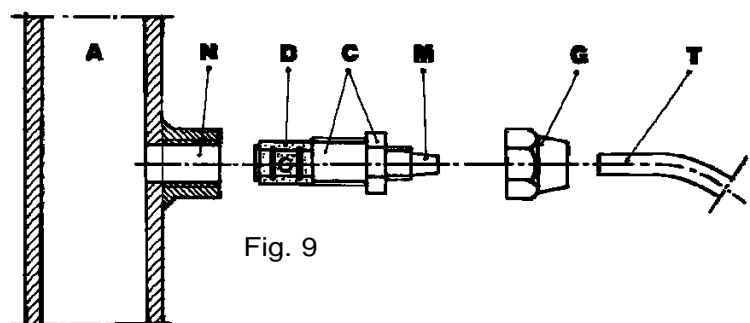

Fig. 9
h. Sur la conduite de l'installation à traiter appliquer, à l'endroit le plus approprié pour injecter le produit à doser, un raccord de 3/8" gaz femelle. Ce raccord n'est pas compris dans la fourniture. Visser la soupape d'injection dans le raccord en utilisant comme joint un ruban en Téflon® (Fig. 9) Raccorder le tube au raccord conique de la soupape d'injection et le bloquer avec la bague G. La soupape d'injection est également une soupape de non retour.
| (fig.9) | |